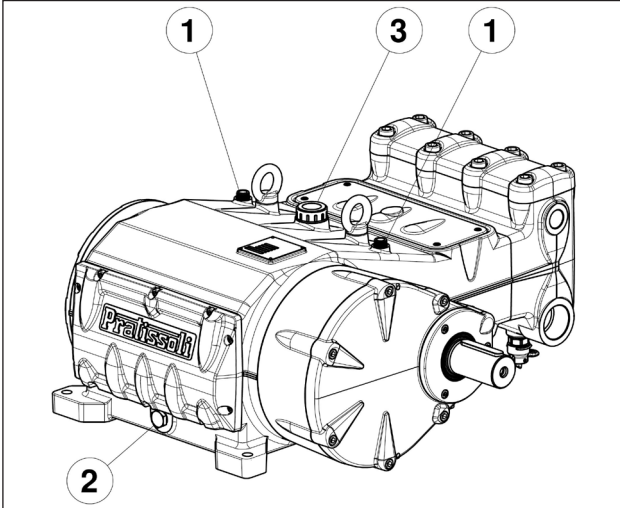

Fig. 3
Controlar el nivel de aceite utilizando las varillas de nivel con marca de mínimo y máximo ①, Fig. 3.
Si es necesario, repostar a través del tapón de aceite ③, Fig. 3.
El control correcto del nivel de aceite se realiza con la bomba a temperatura ambiente, el cambio de aceite va realizado con la bomba a temperatura de funcionamiento retirando el tapó pos. ②, Fig. 3.